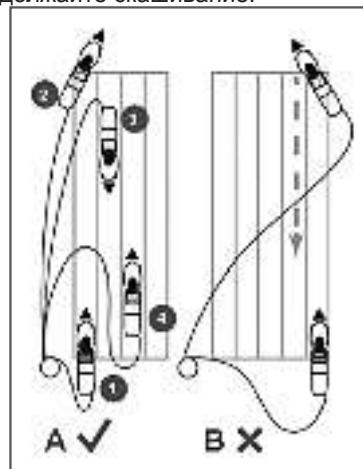

**Рис. 12 Схема кошения высокой и/или загущенной травы**
5. При кошении в тяжелых условиях (п.3,4) рекомендуется проводить повторный покос с меньшей высотой скашивания (Рис. 12).